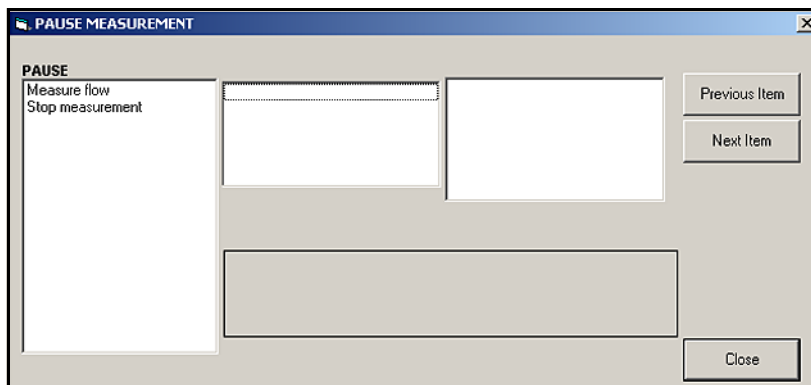

Abbildung 21: Fenster *Pause Measurement* (Messung anhalten)
2. Erweitern Sie die Option *Edit Functions* (Funktionen bearbeiten) und doppelklicken Sie auf den Eintrag *Pause Measurement* (Messung anhalten). Ein Fenster wird eingeblendet, das *Abbildung 21* unten ähnelt.